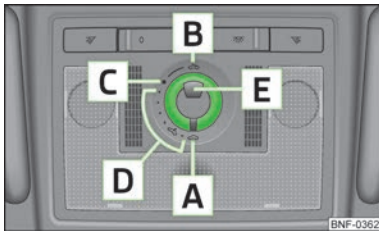

Fig. 20
Trapa electrică panoramică glisantă/rabatabilă, (în cele ce urmează numai trapa glisantă/rabatabilă), poate fi operată numai atunci când contactul este pus, cu ajutorul comutatorului rotativ » fig. 20 la pagina 28. Comutatorul rotativ are mai multe poziții.
- Dacă bateria a fost deconectată și apoi reconectată, se poate întâmpla ca trapa glisantă/rabatabilă să nu funcționeze. Apoi aduceți comutatorul rotativ în poziția comutatorului **A** » fig. 20 la pagina 28, trageți de degajare și mențineți-l înspre în jos și înspre în față. După aprox. 10 secunde trapa glisantă/rabatabilă se deschide și se închide la loc. Abia după aceea eliberați comutatorul rotativ.
- Rotiți comutatorul în poziția **C** » fig. 20.
- Rotiți comutatorul într-o poziție în zona **D** » fig. 20.
- Rotiți comutatorul în poziția **B** » fig. 20 și mențineți-l în această poziție (poziția asistată de arc).
- Rotiți comutatorul în poziția **A** » fig. 20.